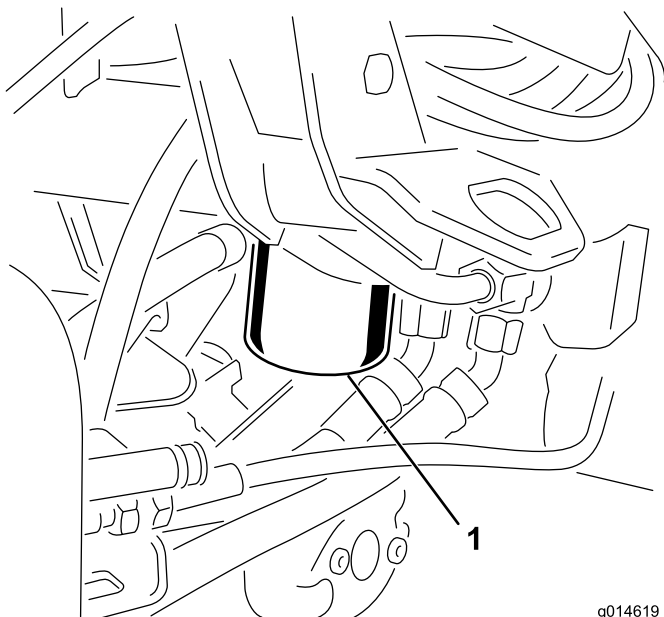

Figura 52
1. Limpie la zona de montaje del filtro (Figura 52). Coloque un recipiente debajo del filtro y retire el filtro.